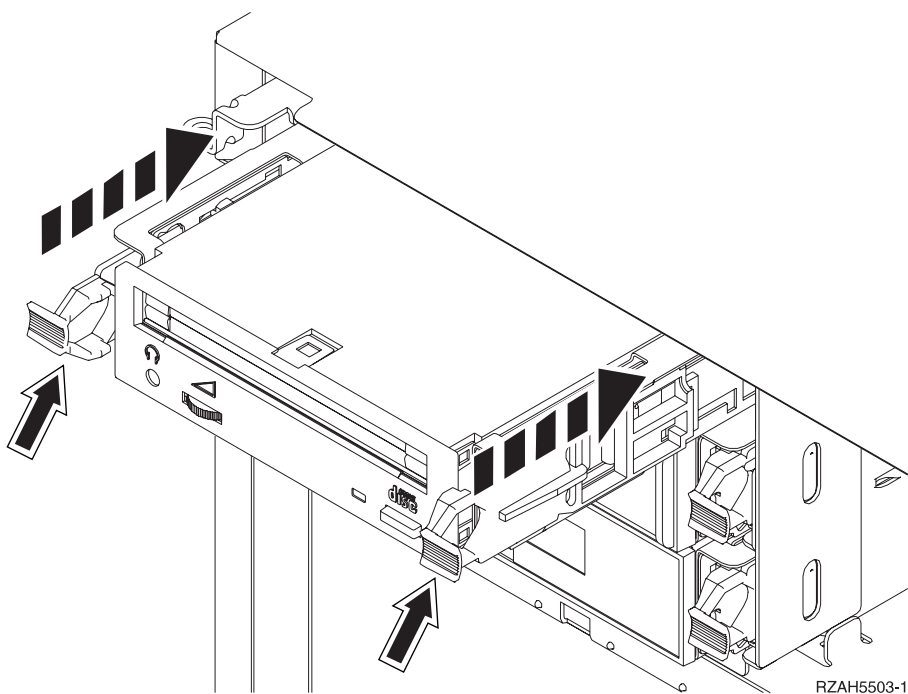

Figura 6. Installazione dell'unità di supporto magnetico rimovibile
- ___ 4. Fare riferimento alla Figura 6 e allineare l'unità con la posizione in cui è stato rimosso il bezel del dispositivo di riempimento.